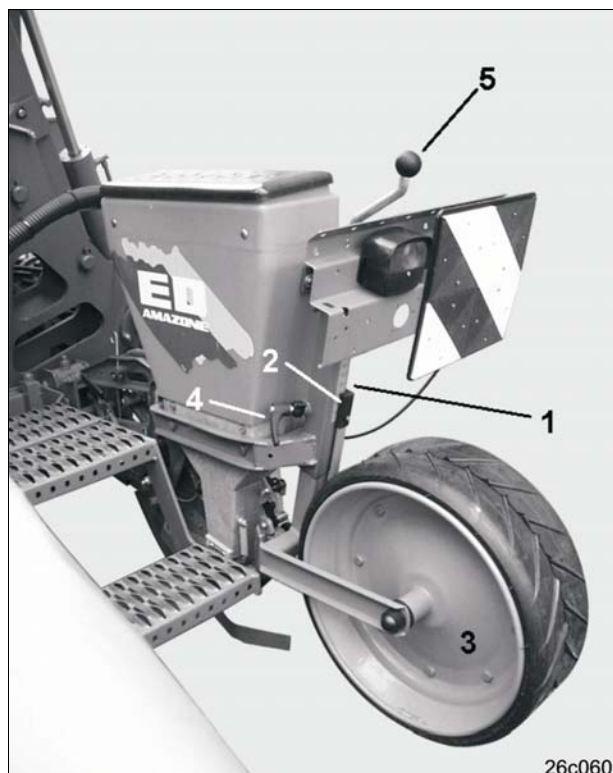

Рис. 72
Числа (0 до 110) на шкале (Рис. 72/1) представляют актуальную глубину заделки. Установленная глубина заделки считывается на ребре (Рис. 72/2).
Установка глубины заделки производится при помощи уплотняющего колеса (колес) (Рис. 72/3):
- Откройте установочный винт (Рис. 72/4).
- Прокрутите ходовой винт для регулировки глубины заделки семян (Рис. 72/5) и установите необходимую глубину заделки.
- Затяните винт (Рис. 72/4).